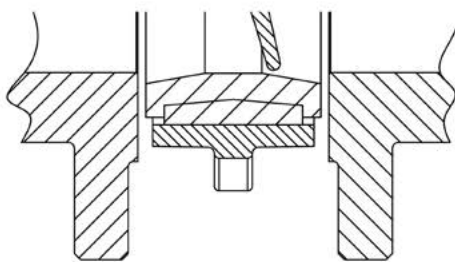

fig. 2
• Die Flansche der Rohrleitung müssen einen Abstand haben, der das freie Einsetzen des Ventils ermöglicht (Abb. 2).